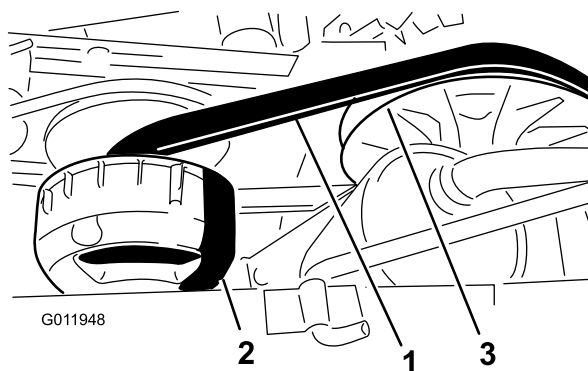

図 69
4. ベルト 図 69 を手で回転させながら、磨耗や破損がないかを点検する。
3. 2次クラッチを回しながら2次クラッチ部分でベルトを外す(図 69)。
4. 1次クラッチからベルトを外す (図 69)。
5. 新しいベルトを一次クラッチに掛ける 図 69。
6. 2次クラッチを回しながら2次クラッチ部分でベルトを外す(図 69)。